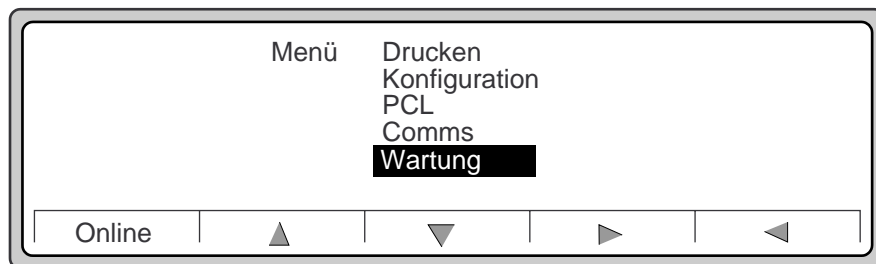

Abbildung 6-14 Menü
4. Heben Sie mit der Taste ▼ die Auswahl „Wartung“ hervor (siehe Abbildung 6-14), und drücken Sie ►.